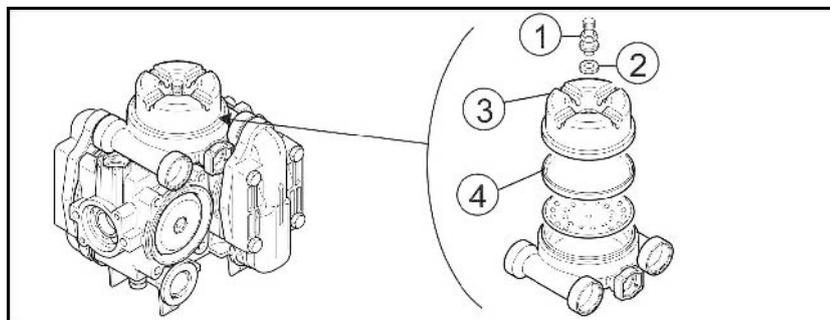

图 153
1. 拆卸阀门 (图 153/1) 和垫片 (图 153/2)。
2. 将辅助工具放入盖板凹槽中并且将盖板 (图 153/3) 旋下。
3. 检查隔膜 (图 153/4) 并更换损坏的隔膜。